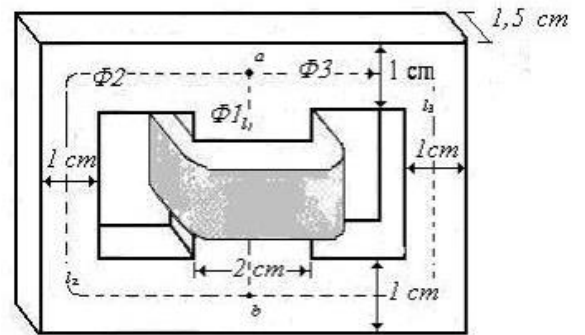

Fig. 5
6.-La Fig. 5 representa el circuito paralelo magnético de *acero colado* de un transformador trifásico y tiene una bobina de 500 vts. Las longitudes medias son  $l_2 = l_3 = 10$  cm,  $l_1 = 4$  cm. Halle la corriente en la bobina si  $\phi_3 = 0,173$  mWb.